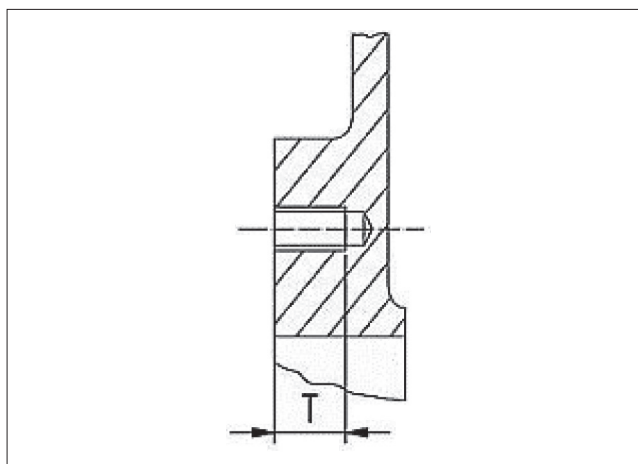

Fig. 2
- Os parafusos nos furos cegos roscados terão uma profundidade máxima (Fig. 2) e nunca atingirão o fundo do furo. A tabela a seguir (Tabela 1) mostra a profundidade máxima da rosca nos furos e o torque máximo a ser aplicado nos parafusos do flange: